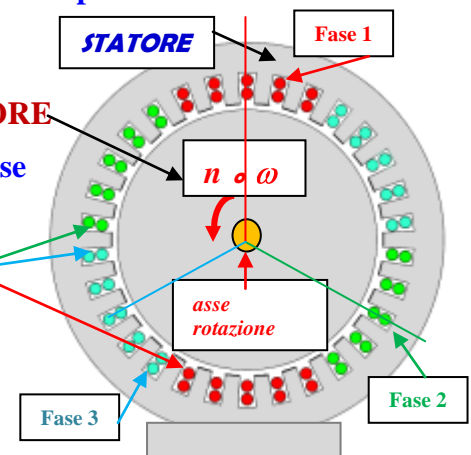

Figura 1
1) SI DEVE AVERE 3 AVVOLGIMENTI STATORICI SFASATI TRA DI LORO DI 120 GRADI MECCANICI (vedere figura 1 pagina precedente);